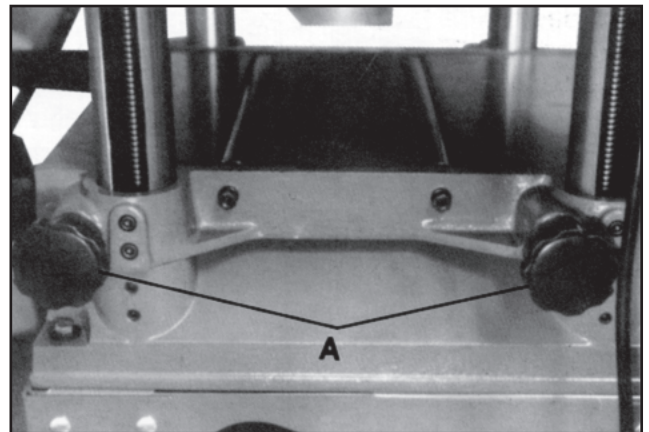

Figura 9
1. Afloje las perillas aseguradoras (A, Figura 9).